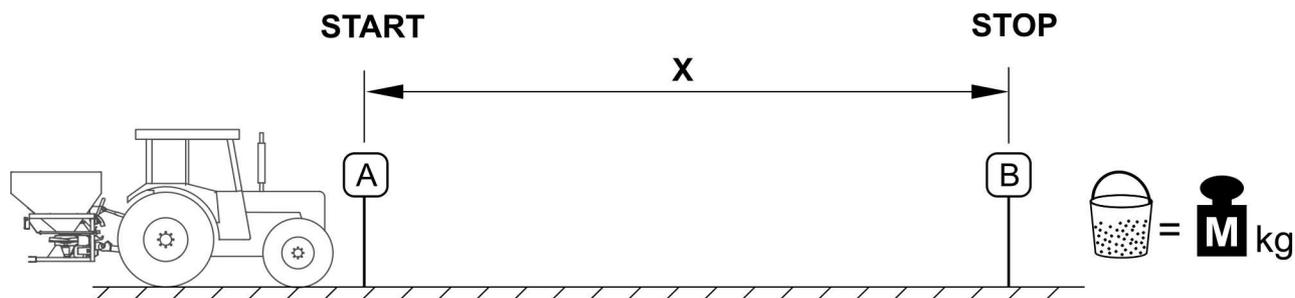

РИСУНОК 4.8 Контроль дозы внесения удобрений во время езды
Более точный результат можно получить при контроле количества вносимых удобрений во время езды (РИСУНОК 4.8). Для этого необходимо выполнить операции (a,b,c,d) как для контроля во время стоянки, и затем:
- Отмерить отрезок пути (X) (см. ТАБЛИЦА 4.3) и обозначить его начало (А) и конец (В) (РИСУНОК 4.8).
- Во время проезда с постоянной скоростью открыть заслонку точно в начале (А) отмеренного пути, проехать дистанцию (X) и закрыть заслонку точно в конце (В) пути.